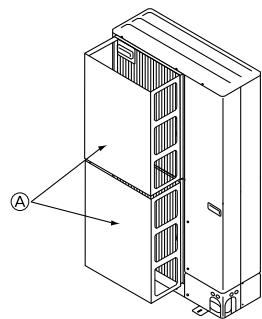

Fig. 2-4
② Montér en ekstra luftledeskærm på steder, hvor kraftig vind kan blæse direkte ind i luftudgangen. (Fig. 2-4)